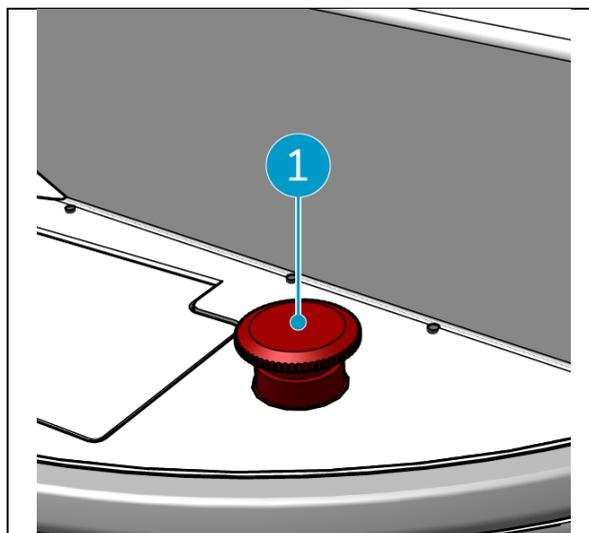

Figura 42
1. In caso di emergenza, premere il pulsante di arresto di emergenza sull'unità principale di i-walk (Figura 42, pos. 1). L'i-walk si arresta e la barra luminosa lampeggia in rosso.